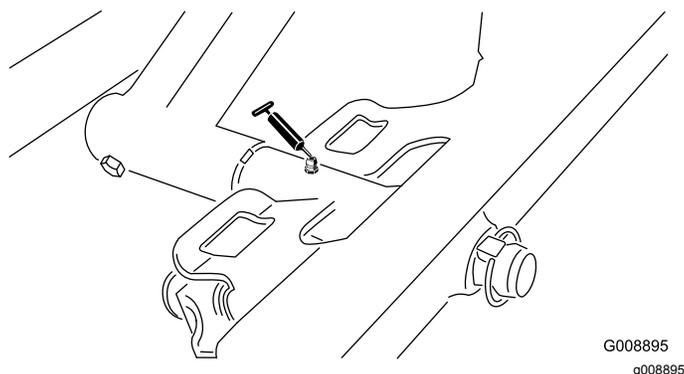

Figura 50
- Articulação da unidade de corte frontal (Figura 50)